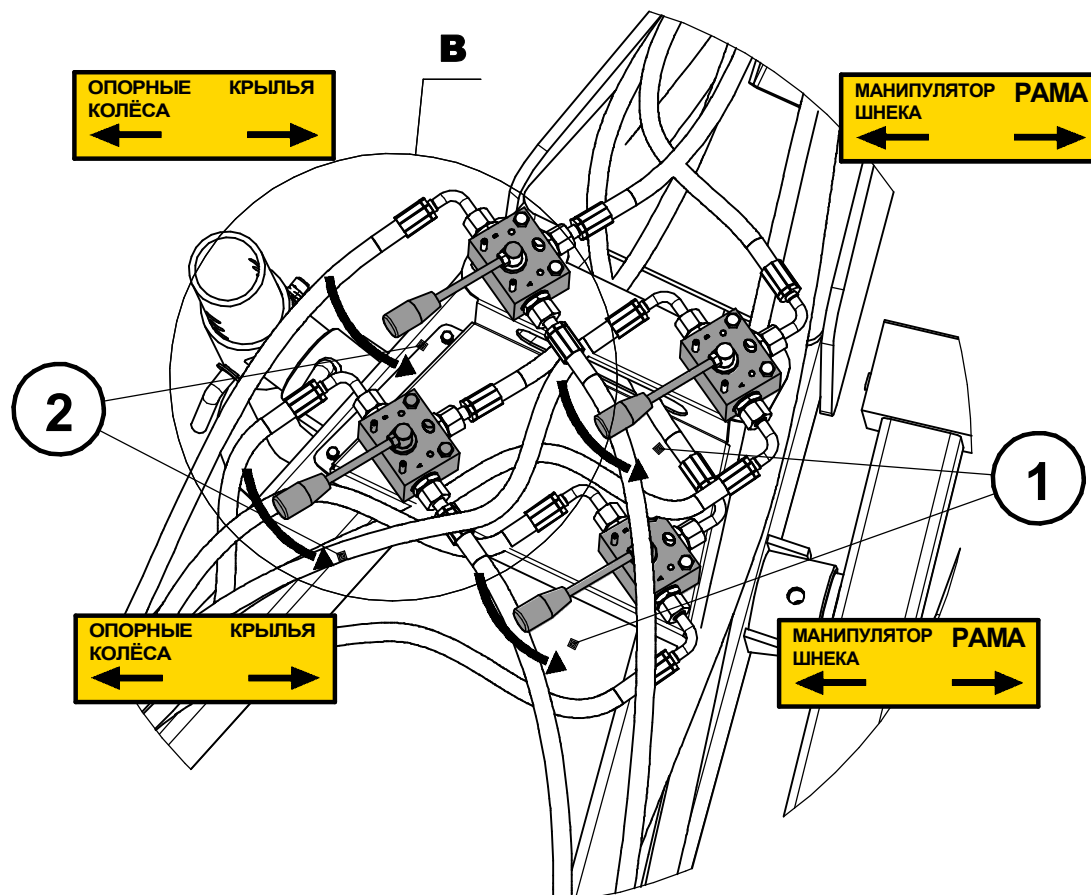

Рис.5.2.3 - Установка гидравлических кранов.
- 2.** Проверить установку гидравлических кранов на раме посевного комплекса в положение работы с рамой и крыльями культиваторной части (рис.5.2.3).